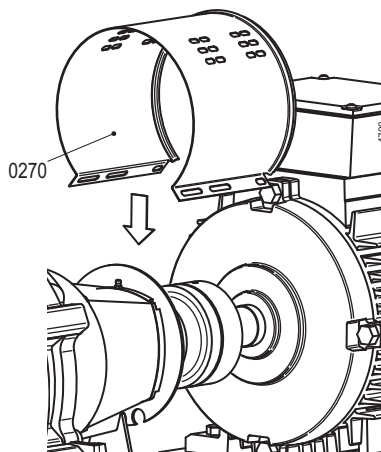

Figura 10: Instalación de la camisa en la parte del motor.
- 2 Extraiga ambas camisas (0270). Consulte figura 10.